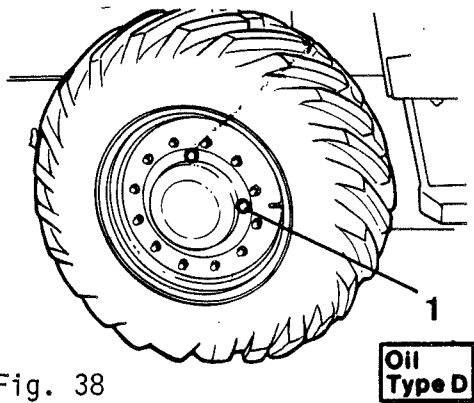

Fig. 38
- 4 Colocar la máquina hasta que el tapón de nivel quede en la posición de llenado, fig. 38.